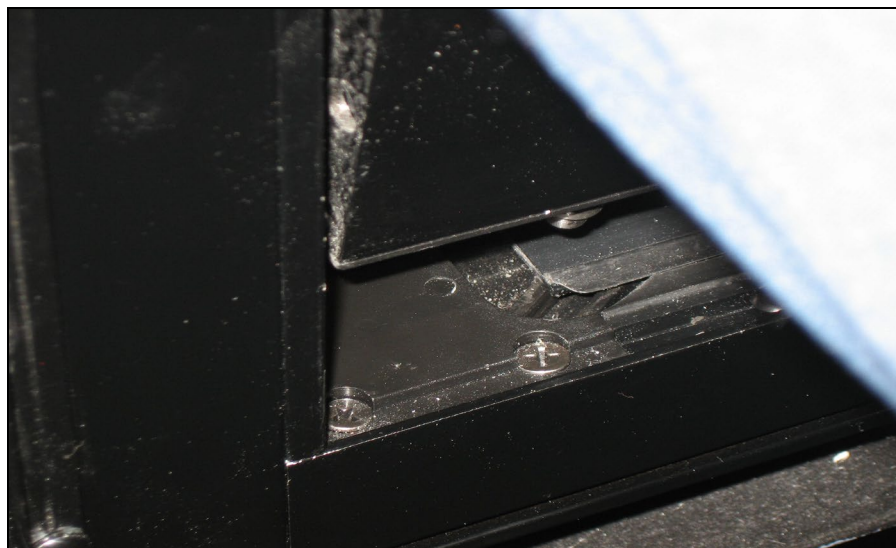

FIGURE 106: POSITIONNEMENT DE L'ANGLE INFÉRIEUR GAUCHE DU CHÂSSIS
2. Placer l'angle inférieur gauche du châssis sur le bloc du galet suiveur avant ( Figure 106).